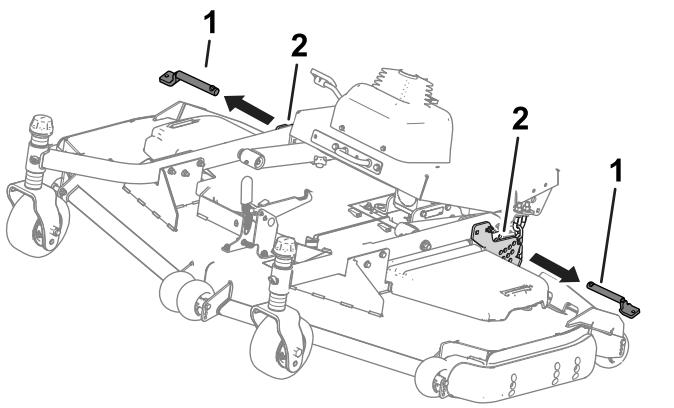

Figure 31
4. Retirez les goupilles des plaques de hauteur de coupe (Figure 31).